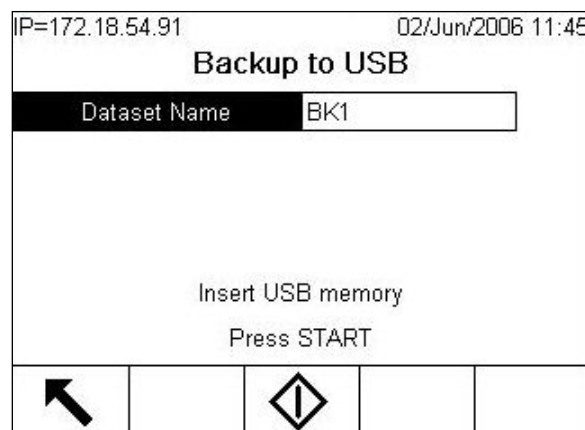

Figure 3-2 : Sauvegarde vers USB
2. Accédez à **Configuration > Maintenance > Exécution > Sauvegarde vers USB**. L'écran illustré sur la Figure 3-2 s'affiche.